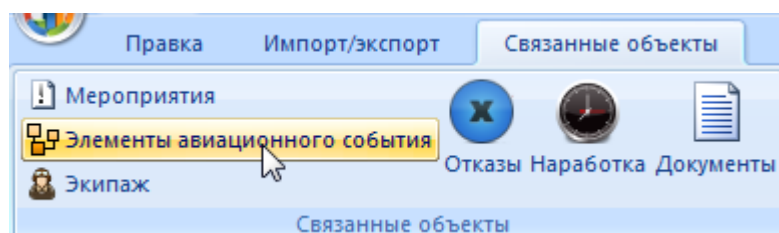

Рис. 13-411. Панель «Связанные объекты»
- 2) Выбрать событие в рабочем окне «Авиационные события». Открыть окно связанных объектов «Элементы авиационного события», для этого нажать кнопку «Элементы авиационного события» панели «Связанные объекты» (рис. 13-411).